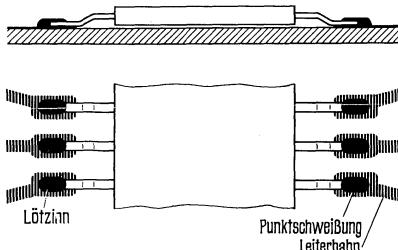

Bild 2
b) Bei Lözung auf der Plattenseite (Bild 2) braucht die Leiterplatte nicht durchbohrt sein. Die Verbindung mit den Leiterbahnen kann durch Kolbenlözung oder Schweißung erfolgen. Die max. Lötzeiten, bei einem Lötabstand von $l \geq 1,5$ mm, betragen bei einer Koltbentemperatur von 250°C $t_{\max} = 15$ s, 300°C $t_{\max} = 12$ s, und 350°C $t_{\max} = 7$ s.